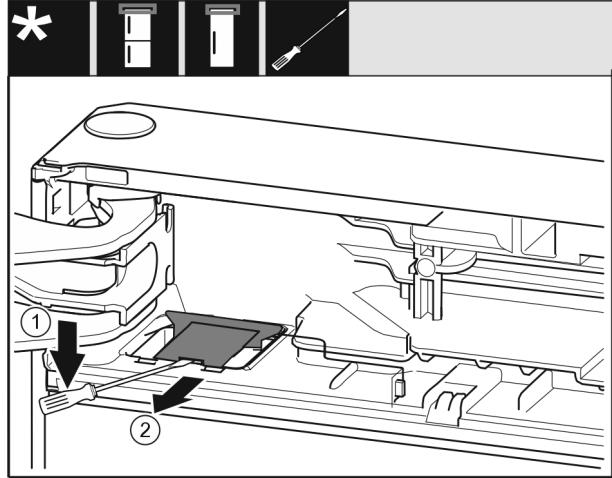

Fig. 10
- ▶ 使用带槽螺丝刀松开盖板，并将其抬起。Fig. 10 (1)
- ▶ 取出盖板。Fig. 10 (2)